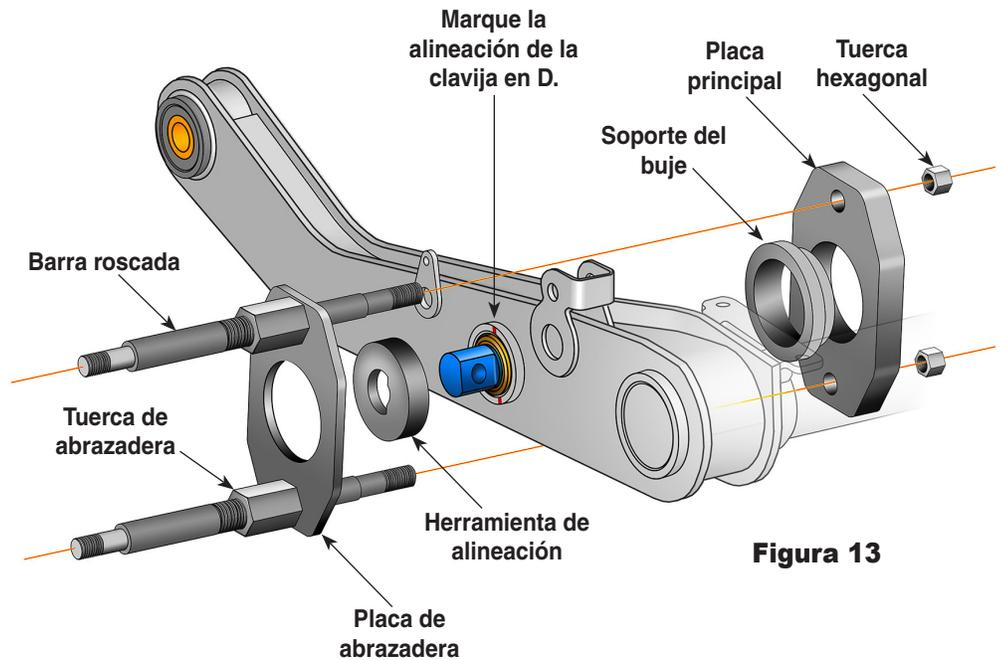

Figura 13
1. Marque el rodillo para mostrar la alineación de la clavija en D existente. Instale la herramienta de alineación sobre la clavija en D, y coloque la placa de abrazadera sobre la herramienta de alineación. Consulte la figura 13.